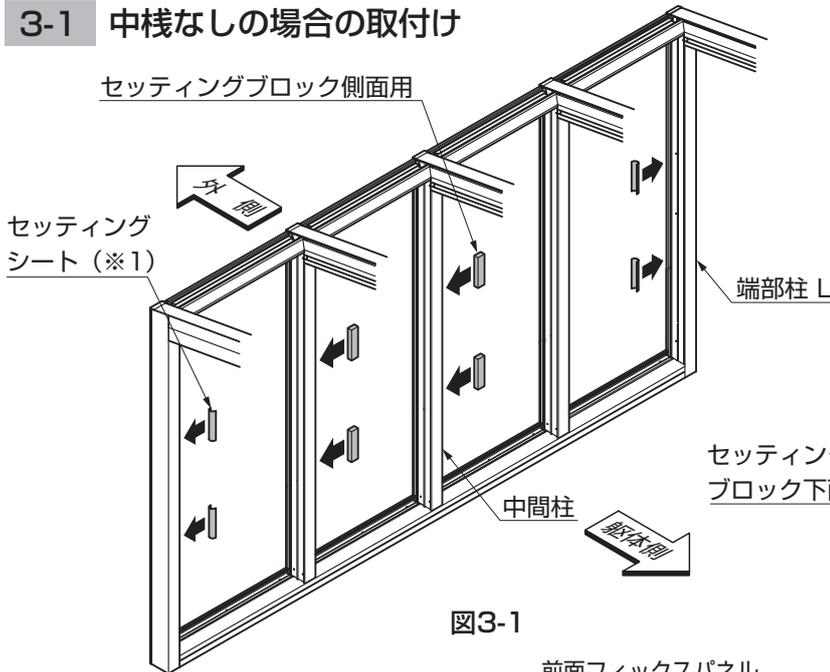

図3-1
①セッティングブロック側面用を、中間柱の片側に取付けてください。(図3-1参照)